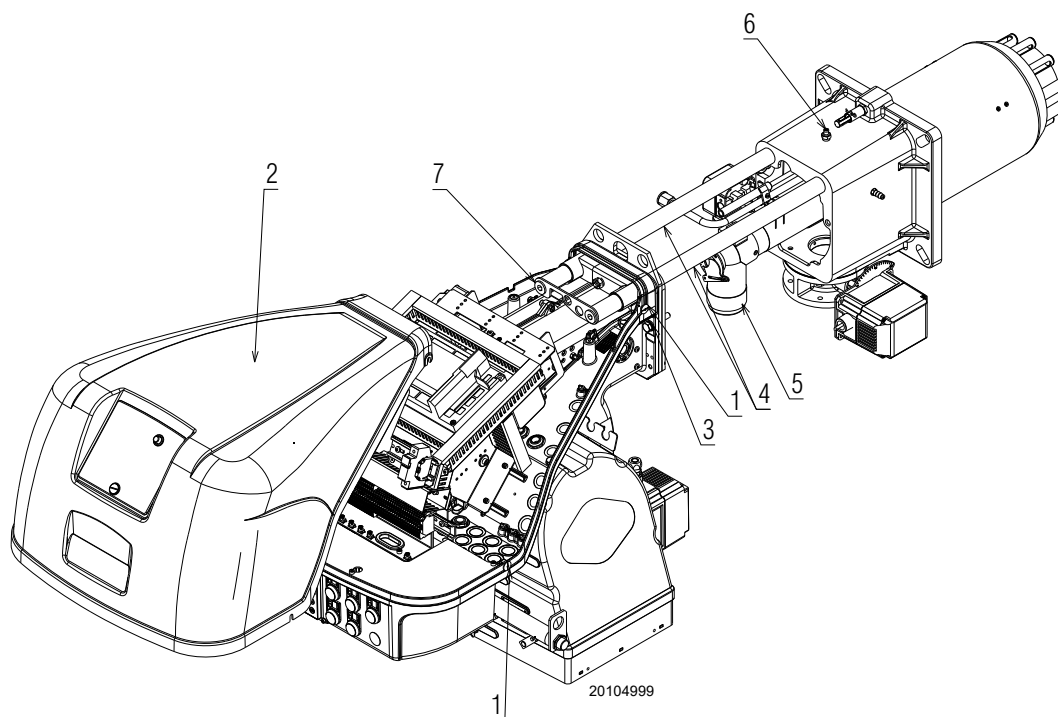

Рис. 35
Убедитесь, что отверстия для выхода газа на этапе розжига в распределителе головки сгорания свободны от грязи или отложений ржавчины. В случае сомнений демонтируйте колено (Рис. 35 на стр. 37).
- Ослабьте 4 винта 1) (Рис. 35) и снимите кожух 2).